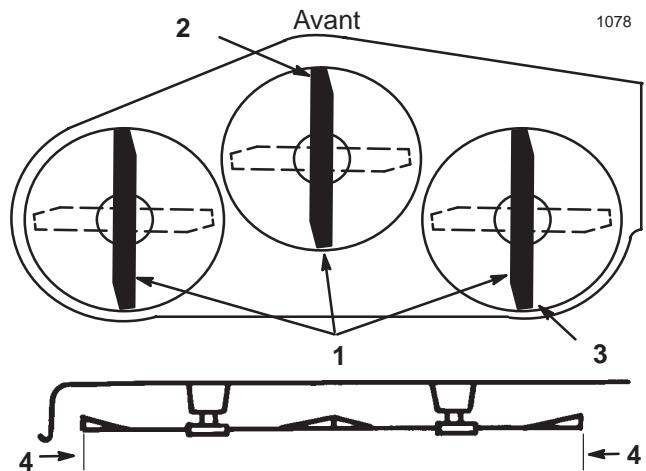

Figure 40
5. Réglez la hauteur de coupe à 76 mm (3") et tournez les lames avec précaution dans le sens longitudinal (Fig. 40).
6. Mesurez la distance entre la pointe de la lame avant (Fig. 40) et la pointe de la lame arrière par rapport à la surface plane. Si la pointe de la lame avant n'est pas de 1,6 à 7,9 mm (1/16" à 5/16") plus basse que la pointe arrière, réglez les tourillons avant.
9. Lorsque les deux tourillons sont réglés de la même manière, fixez les chapes en place à l'aide des goupilles fendues. Vérifiez de nouveau l'inclinaison avant/arrière. Poursuivez le réglage des chapes jusqu'à ce que la pointe avant de la lame soit de 1,6 à 7,9 mm (1/16" à 5/16") plus bas que la pointe arrière (Fig. 40).